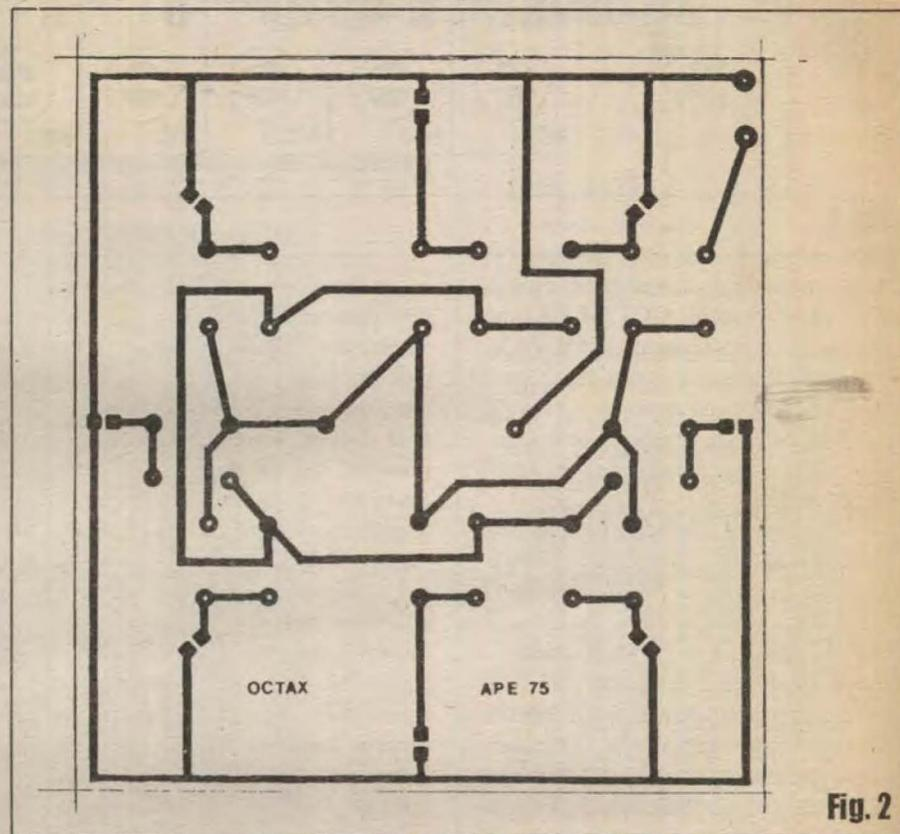

Fig. 2
- FIG. 2 - LAY OUT DO CIRCUITO IMPRESSO ESPECÍFICO - Embora as lâmpadinhas estejam dispostas ao redor de um círculo ou octógono, o formato mais prático da placa de impresso, como um todo, aproxima-se do quadrado, para maior facilitação no corte, essas coisas... O padrão de pistas e ilhas (face cobreada) é visto em escala 1:1, sendo fácil ao leitor notar a sua *descomplicação* (a placa não é muito pequena, mas o desenho é bastante *desgestionado*...). Embora o resultado